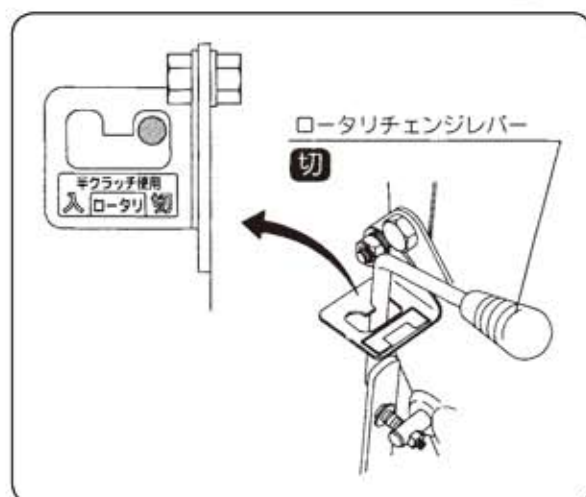

図5
- ② ロータリチェンジレバーが【切】位置になっているかを確認してください。(図5)